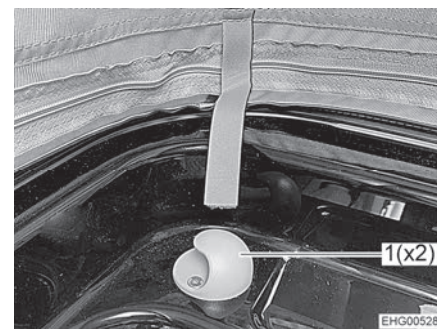

Fig. 93 Supporto
- Agganciare la rete protettiva ai due supporti (Fig. 93,1).